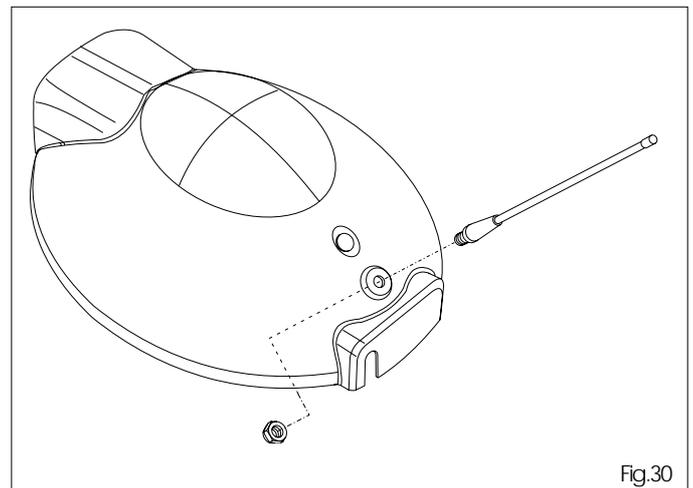

Fig.30
8.3 Ruotare il carter frontalmente, inserire l'antenna e bloccare dall'interno con apposito dado (fig.30).